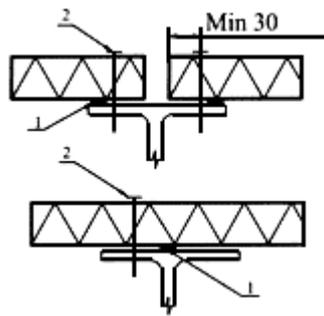

Рис.10
5. На колонны каркаса устанавливается лента по всей высоте колонны (примерно посередине колонны, на промежуточных опорах - 1 шт., а в местах стыка панелей, не менее 30 мм от края панели - 2 шт. рис.10, поз.1).
8. Крепление необходимо устанавливать не менее, чем в 30 мм от края панели (рис.10, поз.2).